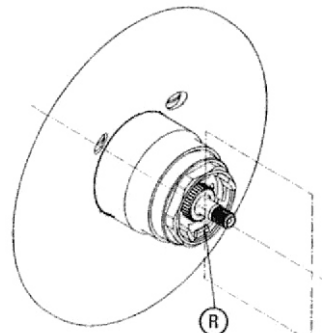

FIG. 7
➔ While leaving the cartridge in the above position, reinsert ring (A) by lining up notches in the appropriate position within the cartridge (fig. 7).
➔ Mientras que deja el cartucho en la posición antedicha, reinserte el anillo A por las muescas de la alineación en la posición apropiada dentro del cartucho (fig. 7).